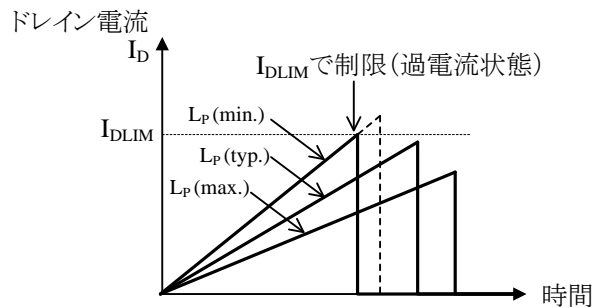

図 13-2 L_p 値とドレイン電流 I_D の関係
- 2) 通常動作時のドレイン電流 I_D のピーク値は、 L_p 値で決定します。 I_D の傾きは V_{DS}/L_p なので、図 13-2 のように L_p 値が小さいほど、 I_D の傾きは高くなり、ドレイン電流のピーク値は高くなります。本 IC は、電流のピークをドレイン電流制限値 I_{DLIM} で制限(過電流状態)しています。そのため、ばらつきなどで L_p 値が小さくなると、過電流状態になり出力電力が確保できない場合があります。そこで、ばらつきを考慮した最小の L_p 値で、実機の動作を確認し、電源入力電圧下限において、ピーク電流値が $I_{DLIM}(\text{min.})$ 以下になるよう L_p 値を決定します。